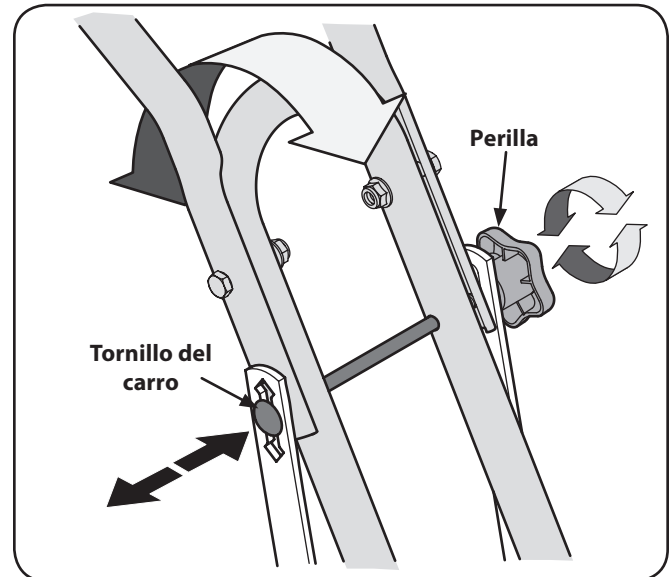

Figura 3-4
- Hay tres orificios de ajuste de la altura en las dos ménsulas de soporte del manillar. Use un ajuste que posicione los manillares aproximadamente al nivel de la cintura cuando los dientes se encuentran a 3"-4" dentro del suelo. Para ajustar la altura de los manillares, afloje la perilla del mango, extraiga el tornillo del carro, ajuste en el modo deseado, empuje el tornillo del carro hasta que la porción cuadrada del tornillo se fije en su lugar y vuelva a apretar la perilla. Vea la Figura 3-4.